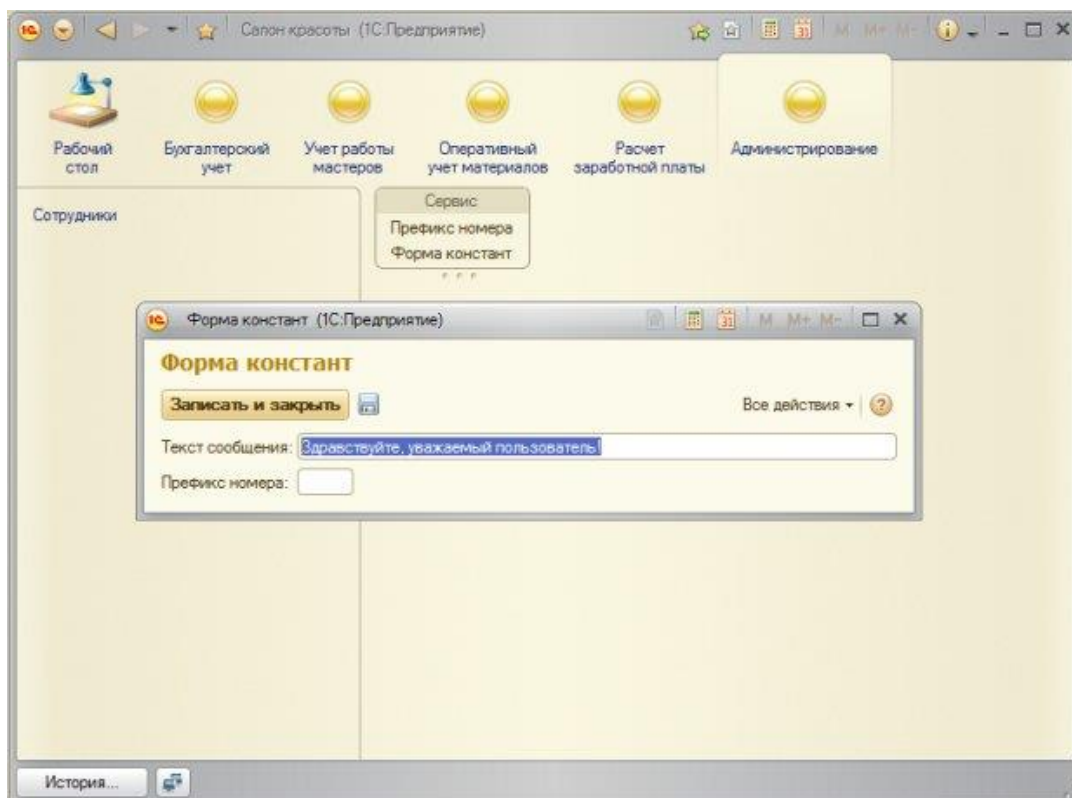

Рисунок 5.11- Окно редактирования формы
7.4 Форму констант так же нужно включить в одну из подсистем. Включим ее в подсистему **Администрирование**, посмотрим, что у нас получилось, **Рисунок 5.11**.